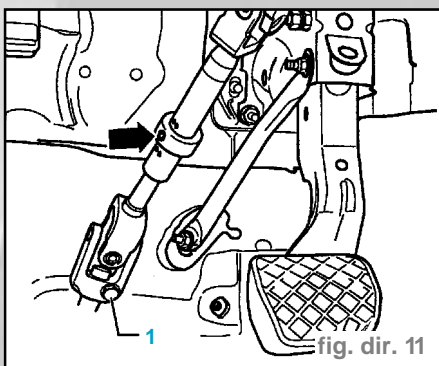

fig. dir. 11
- Fixer ensuite la colonne de direction avec des vis (2) neuves, serrer à **2 daN.m**.
- Serrer l'écrou (1) à **0,95 daN.m**.
- Engager le croisillon sur le pignon du mécanisme de direction et le serrer avec une vis neuve (1) à **3 daN.m** (fig. dir. 11).